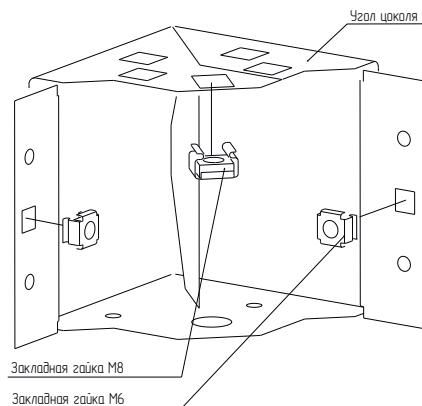

Рисунок 1
4.1.2 Установить на каждый угол цоколя две закладные гайки M6 и одну – M8 (рисунок 1).